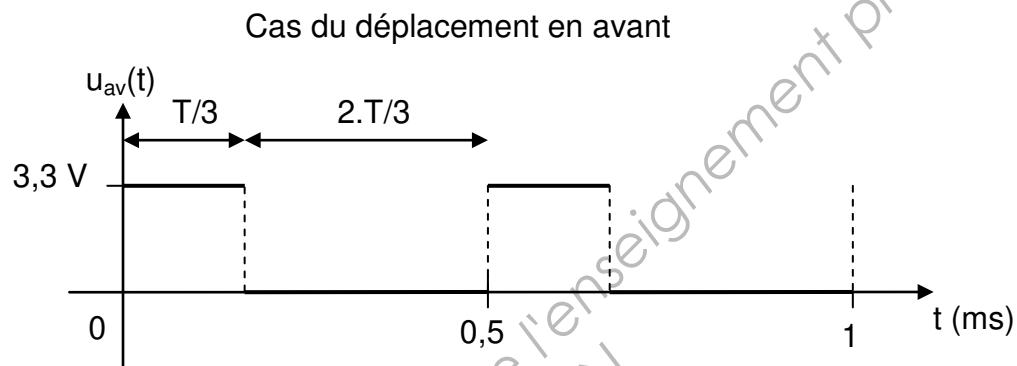
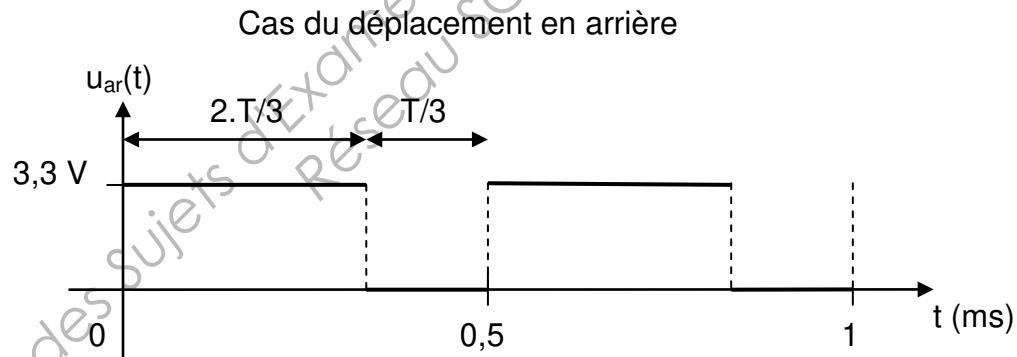

FIGURE 7
FIGURE 8
En fonction du déplacement choisi au niveau de la télécommande, la partie réception doit traiter, après mise en forme, l'un ou l'autre des signaux représentés figure 7 et figure 8.
D.1.1 Les signaux appliqués à l'entrée du filtre sont représentés figure 7 et figure 8. Compléter le tableau ci-dessous :